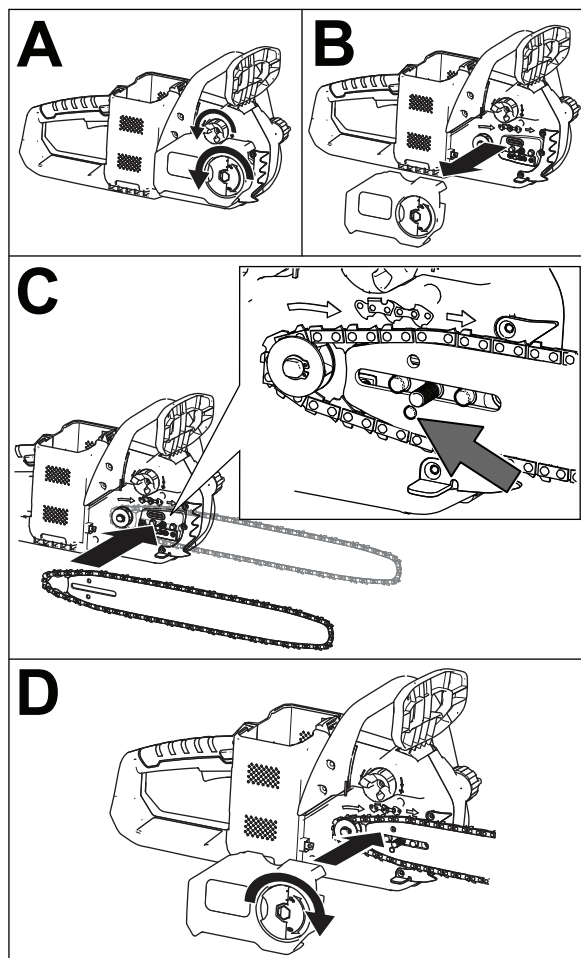

Figure 31
- Placez la boucle ouverte de la chaîne (qui n'est pas sur le guide-chaîne) autour du pignon d'entraînement de la tronçonneuse, puis montez le guide et la chaîne fixée en place comme montré à la Figure 31.